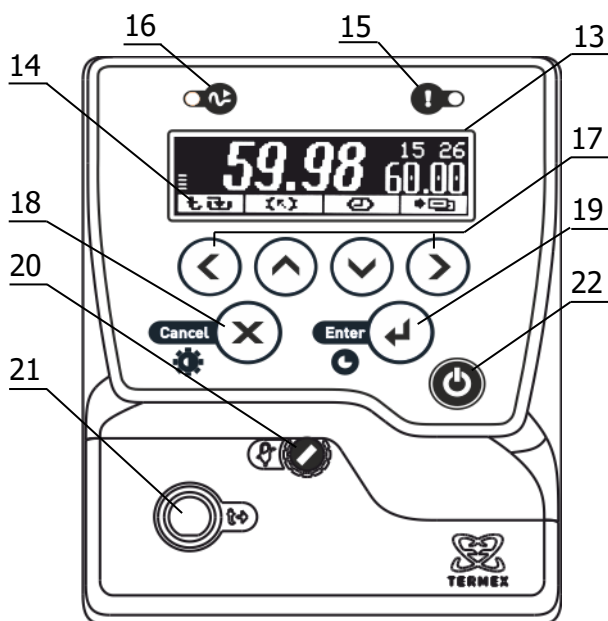

Рисунок 2 – Лицевая панель
Система безопасности блока регулирования отключает двигатель насоса и нагреватель при срабатывании хотя бы одной из защит или неисправности датчика температуры (1.2.14). При срабатывании системы безопасности раздается звуковой сигнал, загорается индикатор 15 (рисунок 2) и на дисплей 13 выводится информация о причине неисправности.
2.3.1 После подключения сетевого кабеля к электрической сети блок регулирования переходит в режим ожидания. Подключение сопровождается кратковременной подсветкой дисплея 13 (рисунок 2).
2.3.6 Для регулировки яркости подсветки или контраста дисплея нажать кнопку 18 (X), выбрать изменяемый параметр кнопками (▲) и (▼) и установить его значение кнопками (◀) и (▶). Зафиксировать изменение нажатием кнопки 19 (↩) (рисунок 2).
2.7.6 Для выбора уставки в качестве текущей кнопками (▲) и (▼) подвести к ней указатель. Значение отмеченной указателем уставки дублируется крупными цифрами в правой части дисплея. Для подтверждения выбора отмеченной уставки нажать кнопку 19 (←). Для отмены выбора нажать кнопку 18 (✕) (рисунок 2).
2.7.7 Для изменения численного значения отмеченной указателем уставки нажать кнопку (▶). На рамке, обрамляющей значение уставки в правой части дисплея, появятся “засечки”, указывающие на изменяемую позицию в численном значении. Цифра в отмеченной позиции мигает. Нажатиями кнопок (▲) и (▼) установить требуемую цифру в отмеченной позиции. Если удерживать кнопку нажатой, значение уставки будет изменяться непрерывно. Нажатиями кнопок (◀) и (▶) переместить отметку изменяемой позиции. Дискретность изменения значения уставки зависит от положения изменяемой позиции: если отмечена позиция десятков, то при единичном нажатии кнопки (▲) или (▼) значение уставки изменится на 10 °С. Если отмечена позиция десятых долей, то значение уставки изменится на 0.1 °С соответственно. Закончить ввод нового значения уставки нажатием кнопки 19 (←). Для возврата к значению уставки до ее изменения нажать кнопку 18 (✕) (рисунок 2).
2.8.3 При срабатывании защиты раздается звуковой сигнал и загорается красный индикатор срабатывания системы безопасности 15 (рисунок 2). Работа насоса и нагревателя будет блокирована. На дисплее отобразится текущее состояние системы защит.